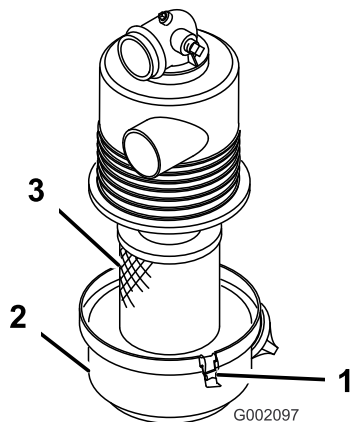

Figura 25
3. Abra los enganches que sujetan la cubierta del filtro de aire a la carcasa del filtro de aire y retire la cubierta (Figura 25).
4. Deslice suavemente el elemento del filtro de aire (Figura 25) para sacarlo de la carcasa del filtro.